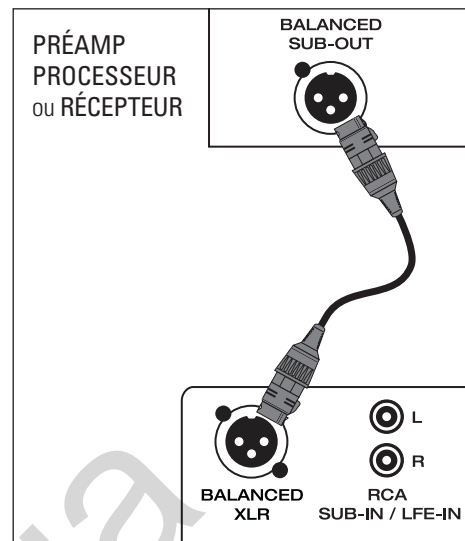

Fig. 11
**Entrée niveau de ligne — XLR équilibré** (Fig. 11)